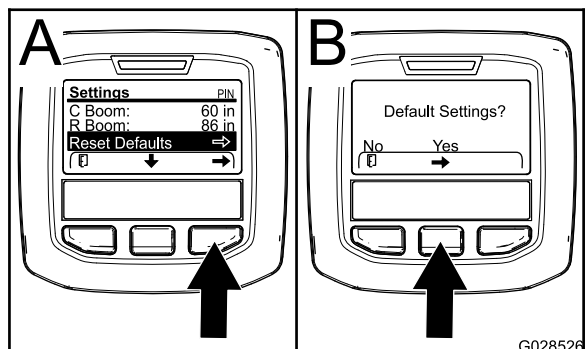

図 65
- 中央ボタンを押して、「デフォルトに戻す」Reset Default ヘスクロールする図 65。
- 「デフォルトに戻す」画面で、左ボタンを押すと No となり、右ボタンを押すと Yes となる (図 65)。